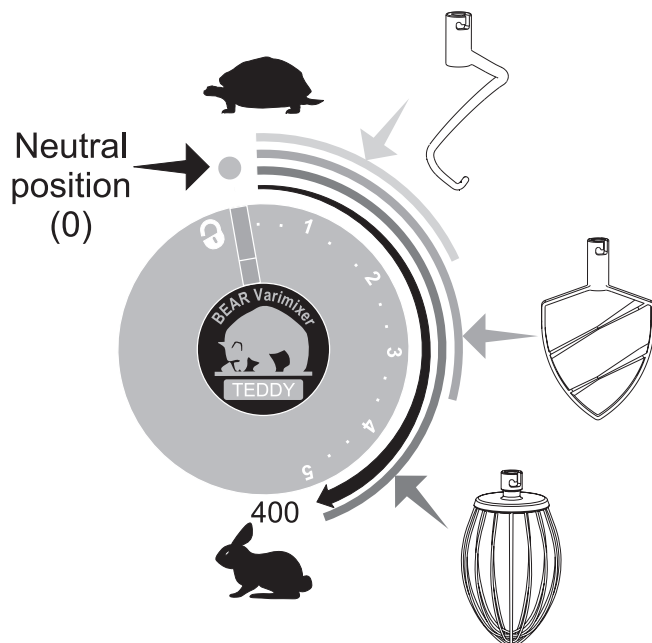

Fig. 2 Anbefalede arbejds-hastigheder
G. Start maskinen ved at dreje betjeningsknappen væk fra låsesymbolet og forbi 1. For at undgå sprøjt og skyer af mel, anbefales det at øge hastigheden gradvist til den ønskede hastighed (fig. 3C), (se fig. 2 for anbefalede arbejdhastigheder).